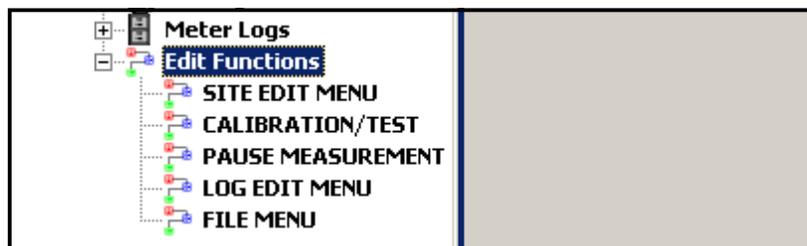
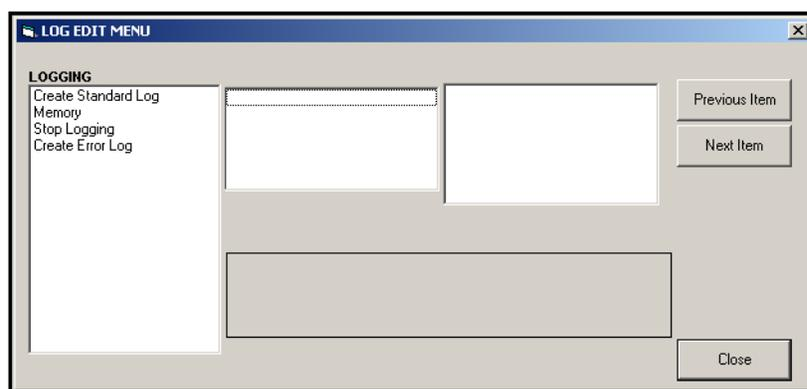

Figure 10 : Menu des fonctions de modification pour XGM868i avec carte de journal
Figure 11 : Fenêtre Menu de modification de journal
1. Depuis le *Nouveau navigateur de débitmètre* dans PanaView, développez l'arborescence du réseau et ouvrez l'option *Fonctions de modification* (décrite à l'Annexe C, *Programmation du XGM868i via PanaView*). Le menu apparaîtra similaire à la Figure 10.
2. Double-cliquez sur le *Menu de modification de journal*, comme le montre la Figure 10. Une fenêtre similaire à la Figure 11 s'ouvre.